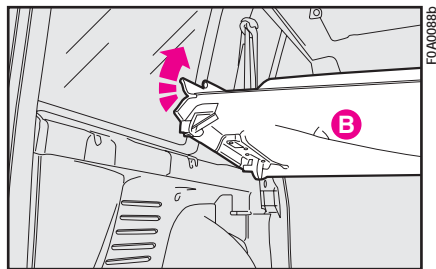

рис. 126
4) Поднимите часть **В** (рис. 126) и переместите полку багажника в имеющееся за сиденьем пространство. Далее зафиксируйте верхнюю часть полки багажника на полке у заднего стекла, а нижнюю центральную часть – на сиденье.